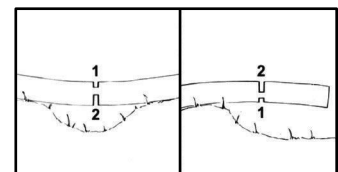

Fig. 1
**Attenzione: Se l'albero è in tensione, la barra di guida può essere schiacciata. L'utente potrebbe perdere il controllo della motosega, con il rischio di gravi lesioni. (Fig. 1)**
- Tagliare prima una scanalatura di sicurezza sul lato stretto (1) e poi sul lato libero (2).